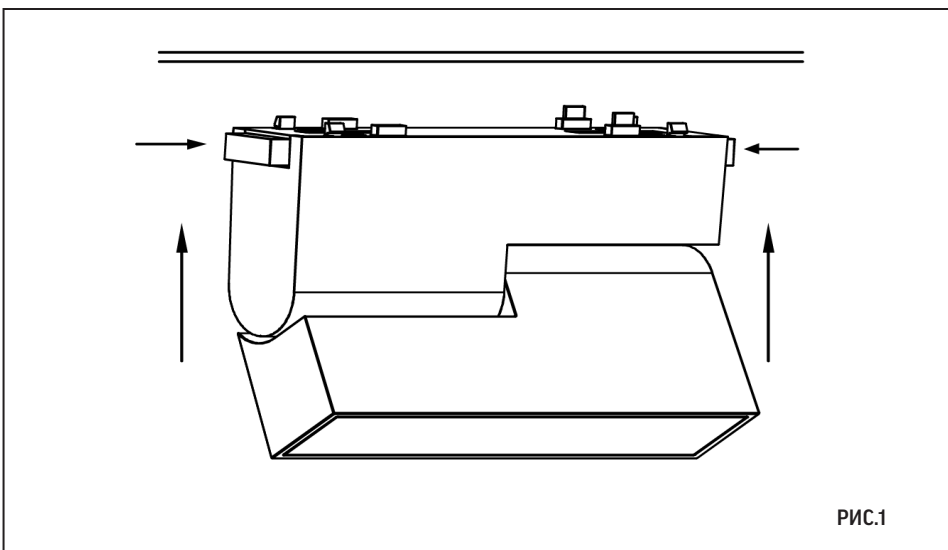

РИС.1
1. Установите светильник в необходимом месте шинопровода серии Galakti.* Рис. 1